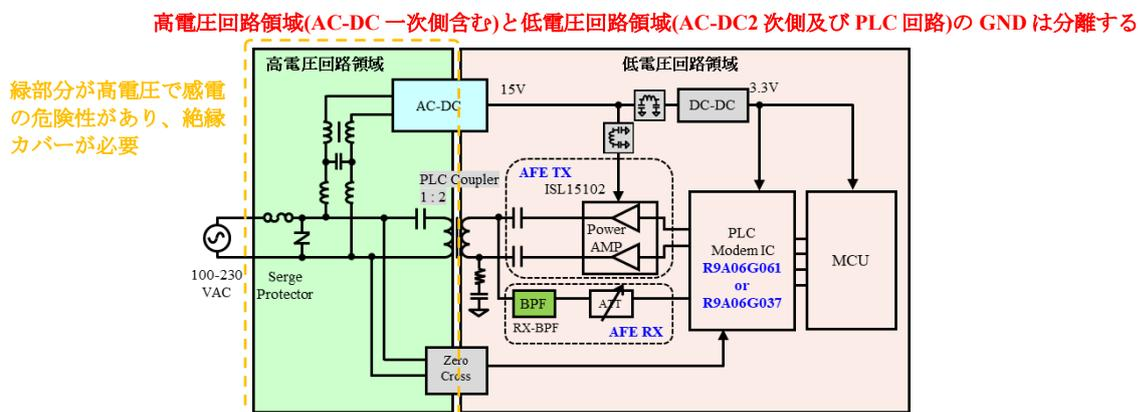
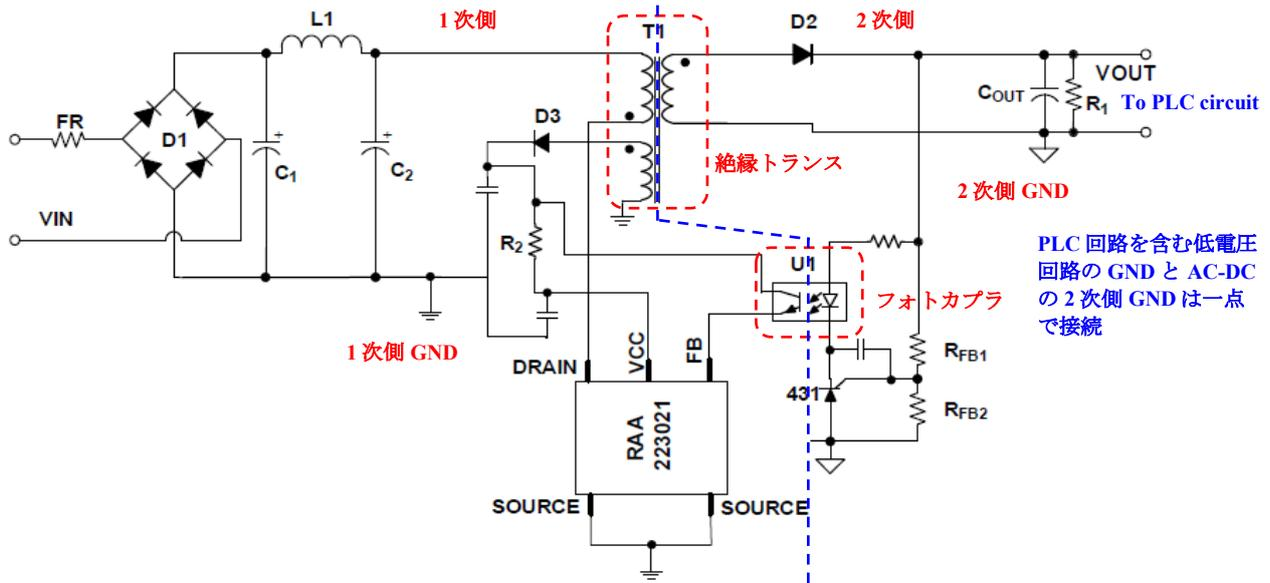

Figure 1-1 絶縁型 AC-DC 電源回路使用 AC-PLC ブロック図
Figure 1-2 ルネサス エレクトロニクス製 RAA223021 を使用した絶縁型 AC-DC 電源回路例
- ・ 絶縁型 AC-DC 電源回路使用 AC-PLC ブロック図を Figure 1-1、ルネサス エレクトロニクス製の RAA223021 を使用した絶縁型 AC-DC 電源回路例を Figure 1-2 に示します。